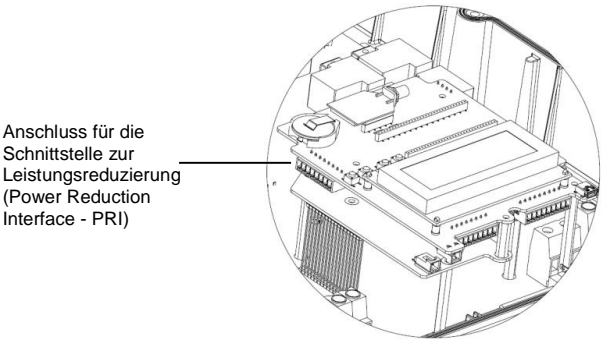

Abbildung 38 – PRI-Eingang
- Schließen Sie den FRSE² direkt an die Kommunikationsplatine des SolarEdge Wechselrichters mithilfe des Steckers für die Schnittstelle zur Leistungsreduzierung (PRI) an. Abbildung 38 zeigt die Position des Anschlusses. Der Stecker ist eine 8-polige Klemmleiste.
- 3 Schließen Sie den FRSE¹ direkt an die Kommunikationsplatine des SolarEdge-Wechselrichters mithilfe des Steckers für die Schnittstelle zur Leistungsreduzierung (PRI) an. Abbildung 38 zeigt die Position des Anschlusses. Der Stecker ist eine 8-polige Klemmleiste.